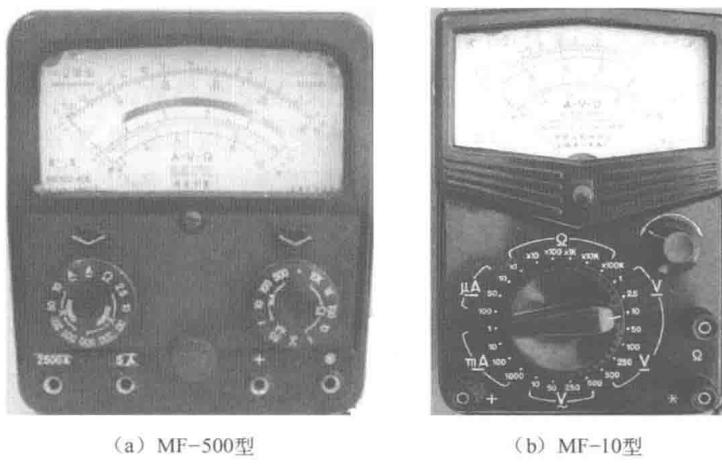

图1-2 大块头型指针式万用表
**【大块头型指针式万用表】**大块头型万用表是一种体积大、较笨重的测量仪表，携带不方便，但表盘比较大，刻度线清晰，读数方便且准确。目前这种类型的指针式万用表使用者不多。如图1-2所示是大块头型指针式万用表MF-500、MF-10的外形图。